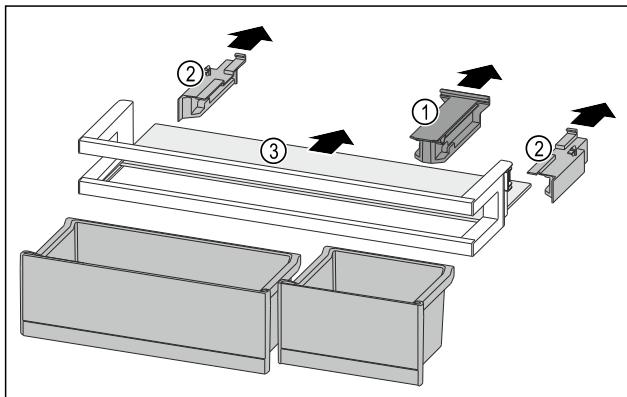

Fig. 115
- Изтеглете задържащата част Fig. 115 (1).
- Изтеглете страничните части Fig. 115 (2).
- Свалете рафта Fig. 115 (3).